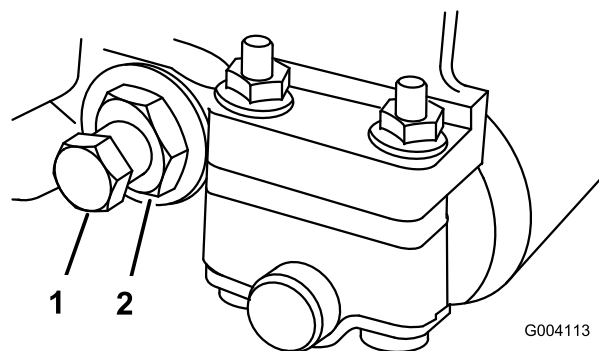

Figura 66
2. Svitare il dado di tensionamento della molla finché la rondella non è più tesa contro la barra di appoggio (Figura 66).
3. Allentare, da ciascun lato della macchina, il controdado che fissa il bullone della barra di appoggio (Figura 66).